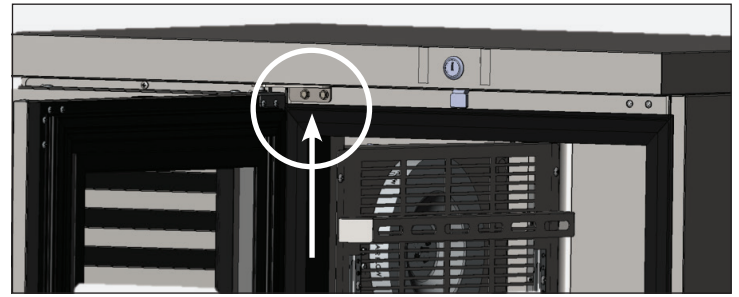

Fig. 1. Emplacements des boulons de la charnière supérieure.
1. Localisez et retirez les boulons qui fixent le support de la charnière supérieure à l'avant de la base de l'appareil. Retirez les boulons. Voir fig. 1.